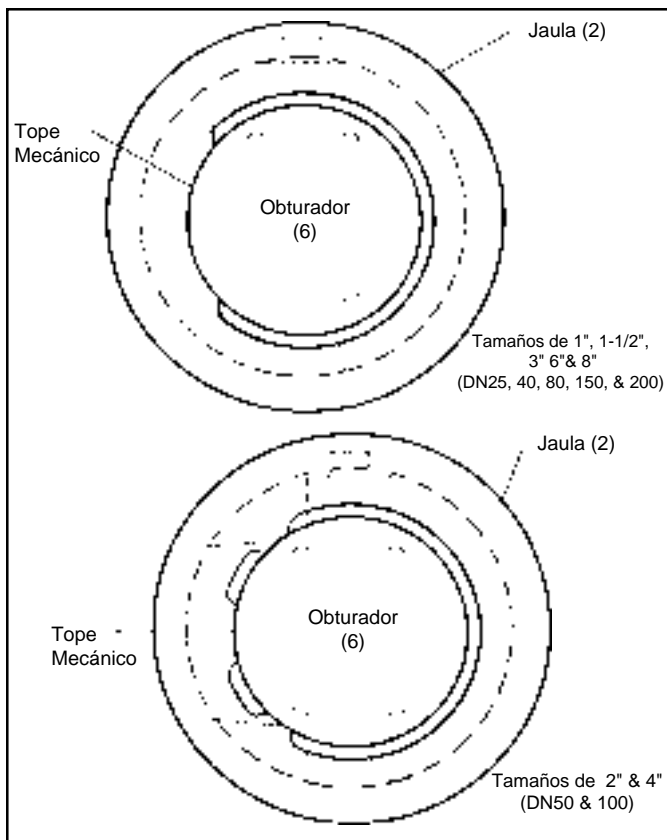

Figura 7: Mecanismos de Tope de Recorrido — Obturador en Posición de Cierre vista Frontal - Posterior
5. Rote el obturador (6) a la posición de cierre. Asegurese que el obturador (6) es halado totalmente entre el mecanismo de parada (5) en la jaula (2). Ver la Figura 7. Asegurese que el torque de cierre es nulo; por ejemplo el acoplamiento del ensamble actuador (AA) esta "flojo" o "suelto".
6. Inserte el subensamble jaula/tapón (2)(4)(5)(6) entre el cuerpo (1). Para tamaños de 1-1/2" y 2" con insertos de bajo ruido o manguitos antiabrasión,